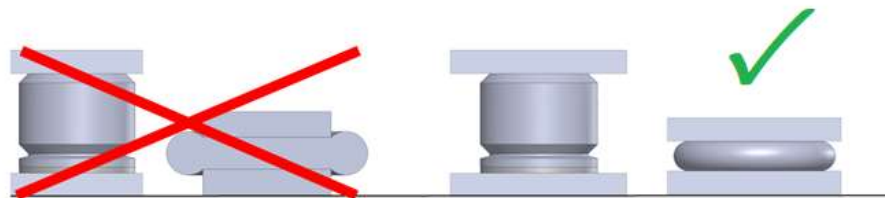

Bild 6: Gegendruckplatten ausreichend dimensionieren
4.4 Die Durchmesser d_{Gu} , d_{Go} bzw. d_{G1} der Gegendruckplatten müssen so groß sein, dass der Puffer auch dann vollflächig unterstützt wird, wenn der aufgeweitete Bereich auf den Platten zum Anliegen kommt (Bild 6) (s. 4.3).